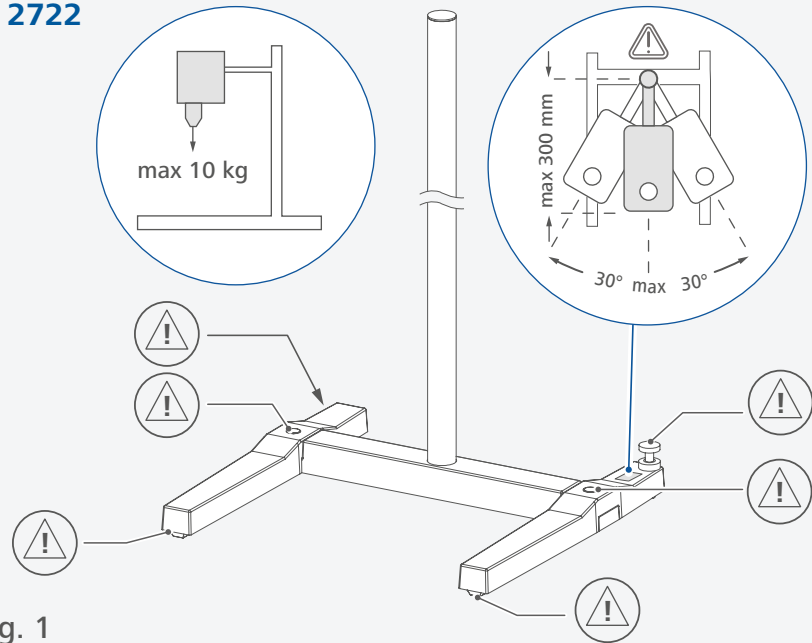
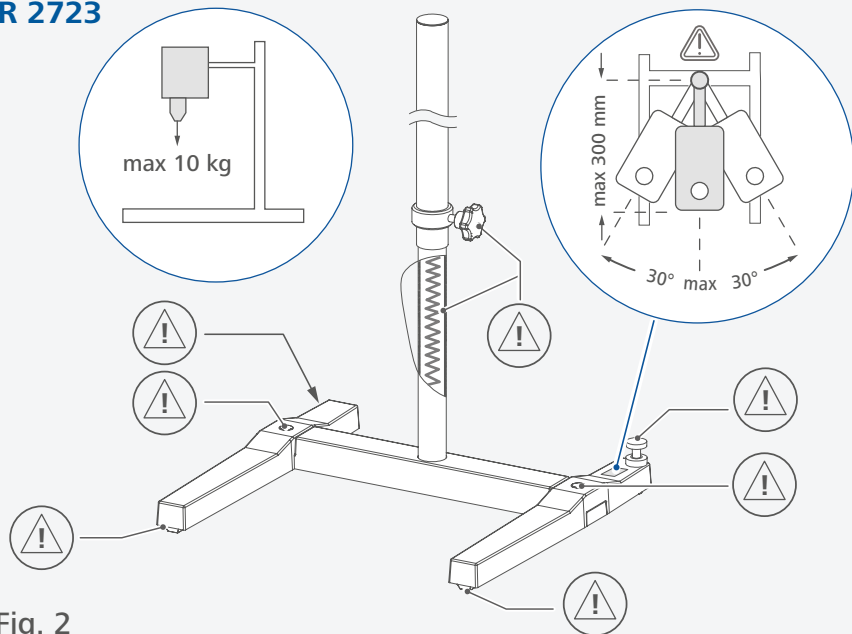

Fig. 1
Fig. 2
- › Beachten Sie die gekennzeichneten Stellen in Fig. 1 und Fig. 2.